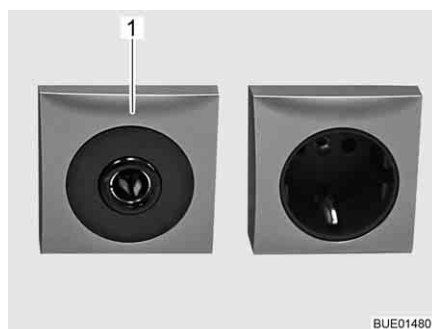

Fig. 168 Tomada de 12 V/10 A
- ▷ Nas tomadas (Fig. 168,1) de 12 V da rede elétrica ligue unicamente aparelhos com um máximo de 10 A.